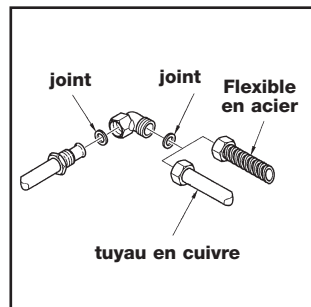

fig. 5
- raccorder la table de cuisson au gaz à l'aide d'un tuyau rigide en cuivre au diamètre de 12 mm, d'après la fig. 5. Pour assurer une bonne étanchéité, intercaler le joint en élastomère livré en accessoire.